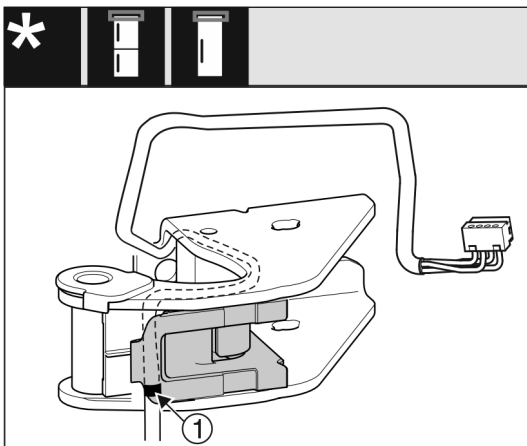

Fig. 28
- ▷ Për këtë duhet që shenja e mesit të ndodhet në buzën e mbajtëses së kabllos Fig. 28 (1).